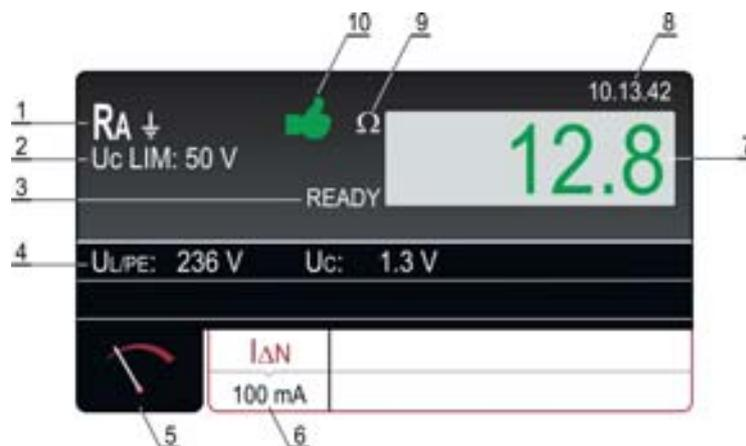

Abb. 27: Bildschirmseite der RA Testergebnisse
- 5) Starten Sie die Messung durch Drücken der **START/STOP** Taste. Am Ende der vorgesehenen Messzeit wird das Testergebnis in grün angezeigt, vom grünen Symbol und einem kurzen Signalton begleitet, wenn es niedriger oder gleich dem Grenzwert ist (siehe Erklärung des Grenzwerts im entsprechenden vorhergehenden §). Wenn das Ergebnis höher als der Grenzwert ist, wird es in rot angezeigt, vom roten Symbol und einem längeren Signalton begleitet. Die Abbildung 27 zeigt ein Beispiel von einer Bildschirmseite mit den Messergebnissen.